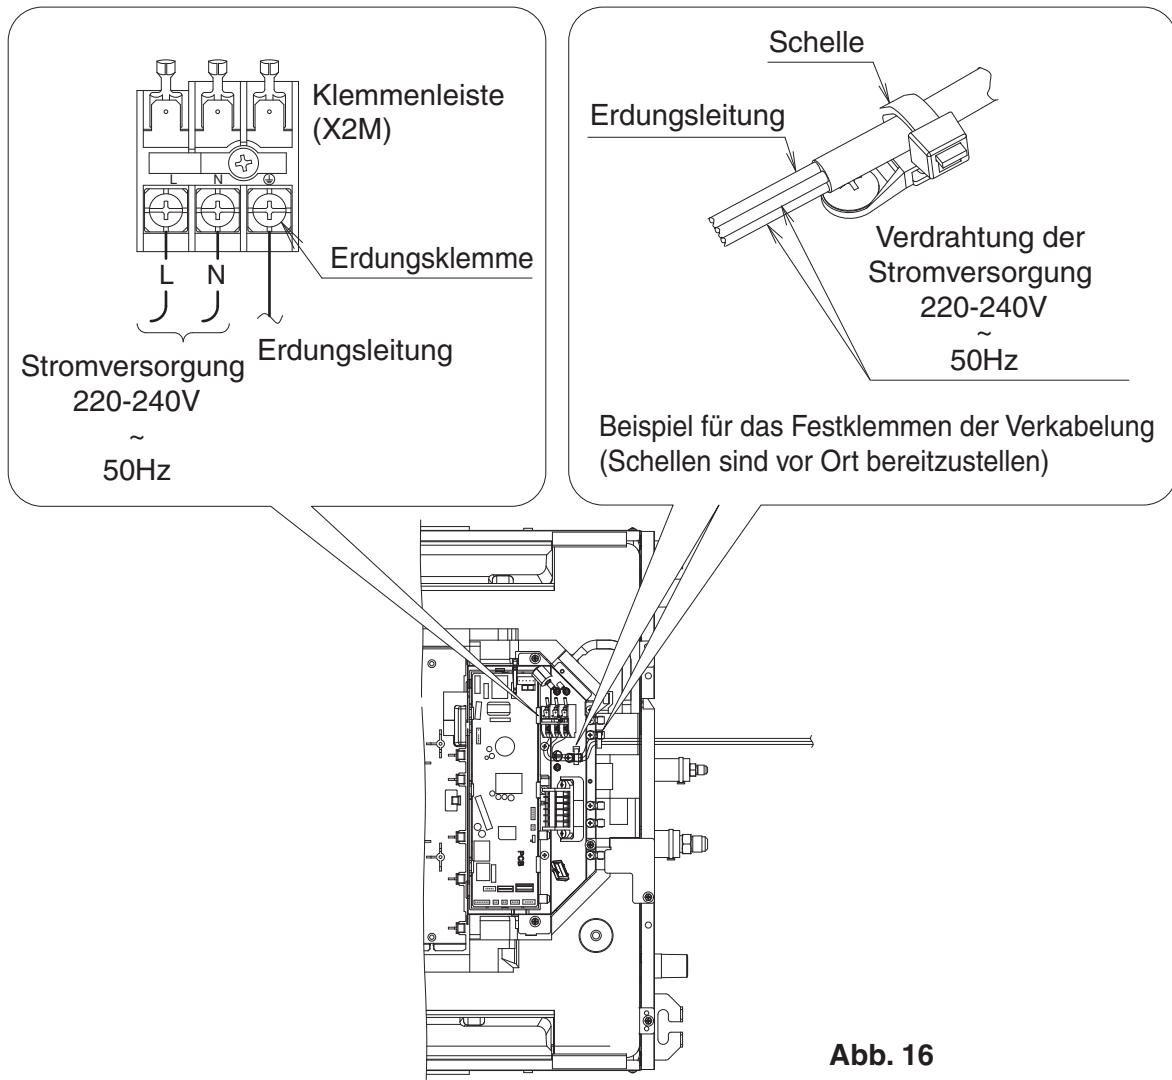

Abb. 16
Verbinden Sie die Erdungsdrähte mit der Erdungsklemme. **(Siehe Abb. 16)**
- Klemmen Sie das Stromversorgungskabel sicher fest, damit der Kabelanschluss nicht gespannt werden kann. **(z. B. Abb. 16)**